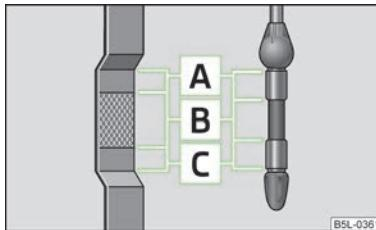

Fig. 119
La varilla indicadora del nivel de aceite indica el nivel de aceite de motor » fig. 119.
- El nivel de aceite no debe sobrepasar nunca la zona » fig. 119. ¡Riesgo de daños en el sistema de gases de escape!